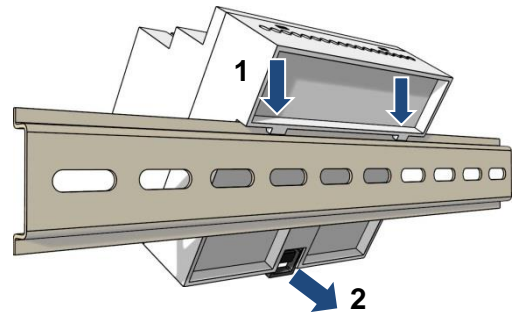

Abb. 2: Aufsetzen auf die Hutschiene
- ▶ Prüfen Sie, ob die Verriegelung sicher eingerastet ist (Abb. 2).